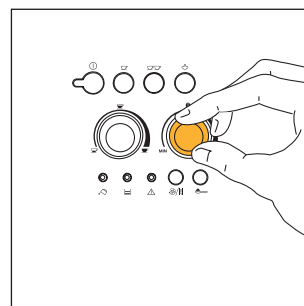

Fig. 7
- 2) Regolare la manopola di destra (fig. 7) per impostare il gusto desiderato del caffè. Più si ruota in senso orario e maggiore sarà la quantità di caffè in grani che la macchina macinerà e quindi più forte sarà il gusto del caffè ottenuto. Al primo utilizzo è necessario procedere a tentativi e fare più di un caffè per individuare la corretta posizione della manopola. Fare attenzione a non ruotare troppo in senso orario altrimenti c'è il rischio di ottenere un'erogazione troppo lenta (a gocce), soprattutto quando si richiedono due tazze di caffè.
NOTA 2: Se il caffè fuoriesce troppo velocemente e la crema non è soddisfacente; ruotare un po' la manopola di destra (fig. 7) in senso orario. Procedere a tentativi e fare più di un caffè per individuare la corretta posizione della manopola. Fare attenzione a non ruotare troppo in senso orario altrimenti c'è il rischio di ottenere un'erogazione troppo lenta (a gocce), soprattutto quando si richiedono due tazze di caffè. Se, dopo qualche caffè, non si ottiene una crema soddisfacente, ruotare anche la manopola di regolazione macinatura (fig. 17) di uno scatto in senso antiorario (vedi par. 6).